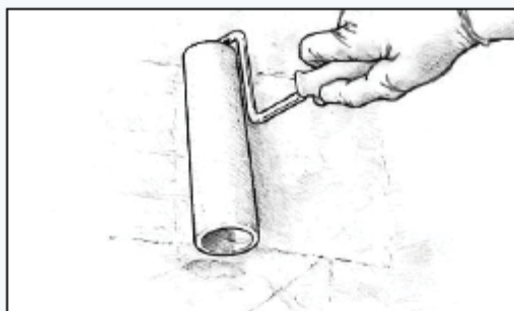

Рис. 30. Обработайте валиком небольшой участок. Эпоксидная смола должна наноситься равномерно.
4. Раскатывайте смолу легко, по участкам прибл. 600 x 600 мм, распределяя смолу равномерно по поверхности (Рисунок 30).